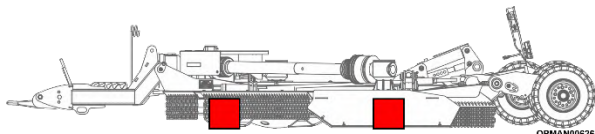

Figure 5.65
5.6.3.4 Soutenez complètement le plateau central et les ailes de la tondeuse rotative avec des supports fixes ou des cales solides ; voir la Figure 5.65.